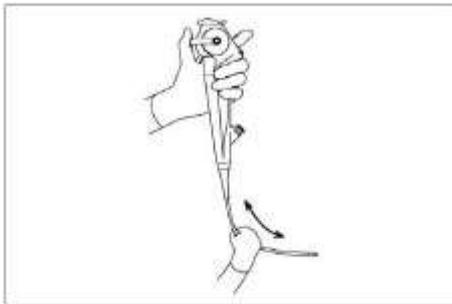

Fig. 3.1
4. Segurando o tubo de inserção com cuidado com uma mão, passe as pontas dos dedos sobre toda a extensão do tubo em ambas as direções (Fig. 3.1). Confirme se não há nenhum objeto impedindo a mão ou se há algum fio metálico se projetando de dentro e ao redor do tubo de inserção, e se o tubo de inserção não está rígido de forma anormal.